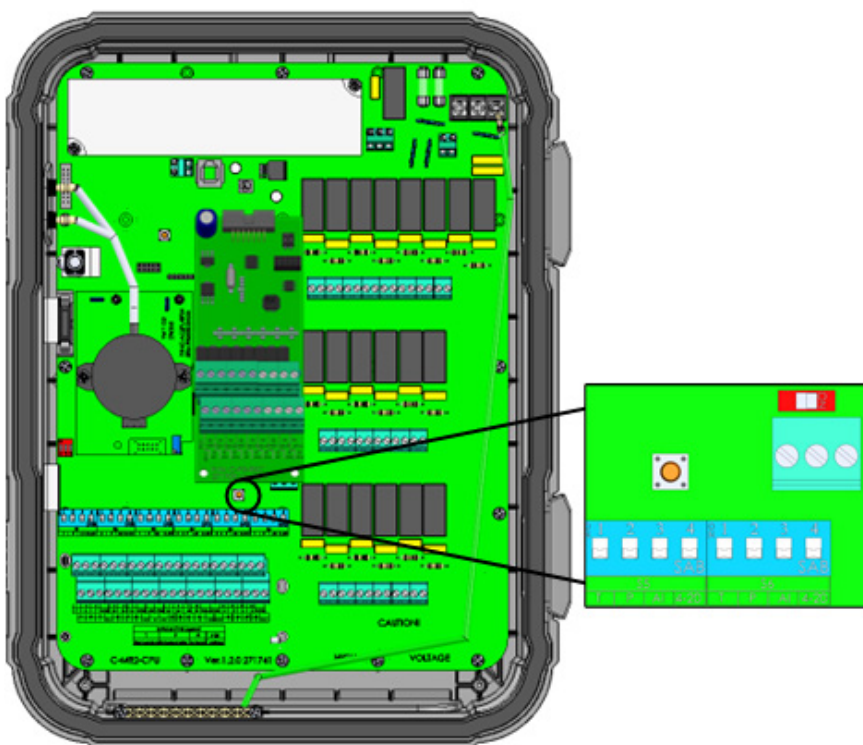

Figura 10: Botón de reinicio de la conexión a los sensores
- Para restablecer la conexión de la unidad con los sensores, presione el botón mostrado en la Figura 10.